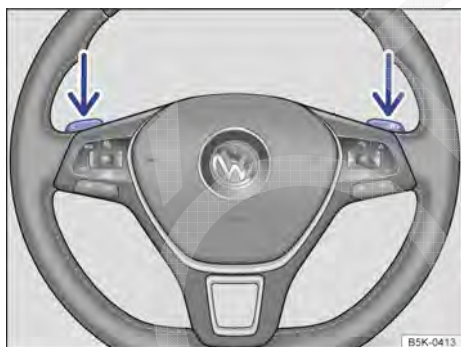

Fig. 153 Volante com seletores basculantes do Tiptronic.
- Puxar o seletor basculante direito → Fig. 153 na direção do volante para aumentar a marcha.